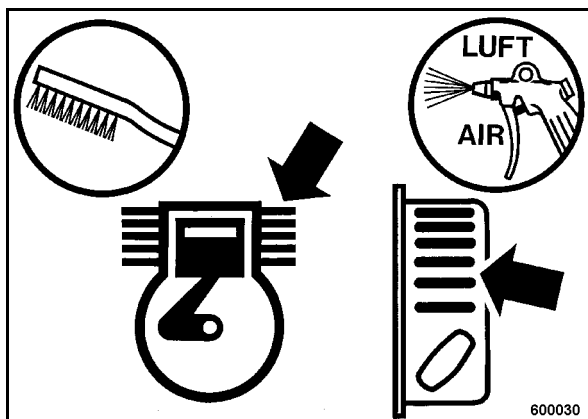

Fig. 39
- Soltar con un cepillo adecuado (Fig. 39) la suciedad en todas las aletas de refrigeración y en los orificios de aire refrigerante, y limpiarlos soplando con aire comprimido.